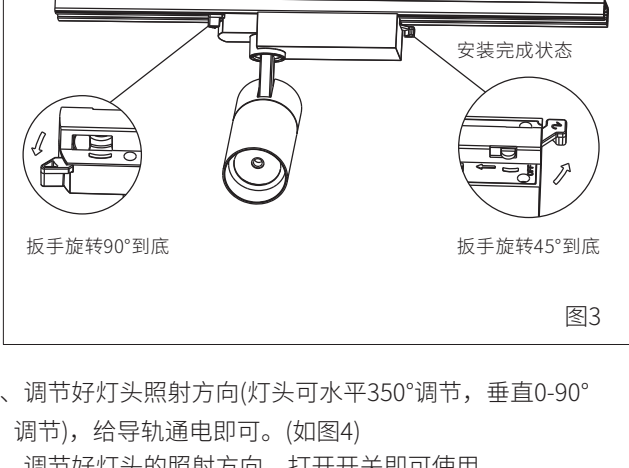

图3
- 4、装入轨道后将接驳器板手如图所示旋转90°（如图3）；